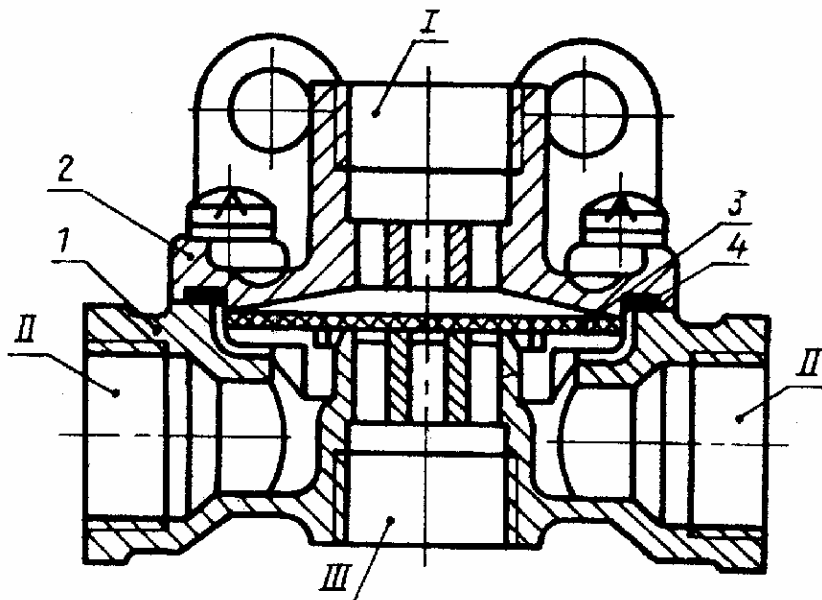

Рис. 65 Клапан быстрого оттормаживания
3. КЛАПАН БЫСТРОГО ОТТОРМАЖИВАНИЯ 100-3518110 (Рис. 65)